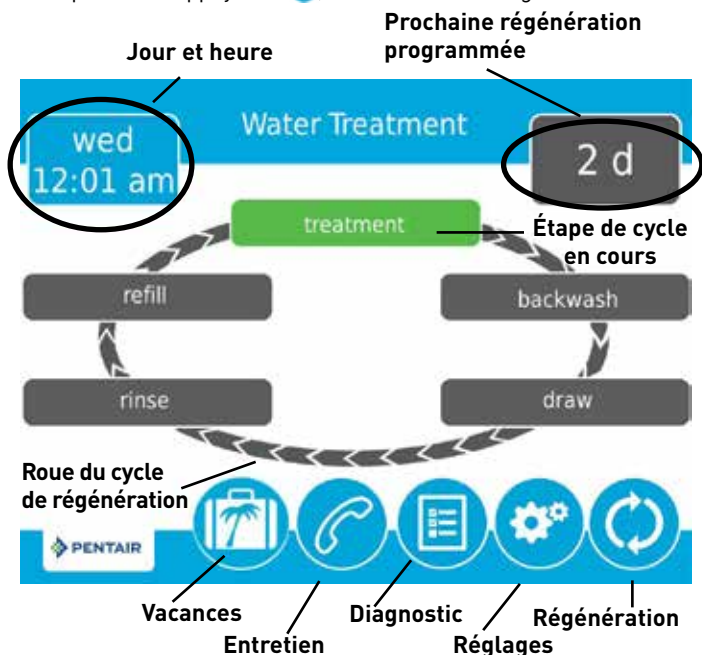

Figure 7 Écran d'accueil
5. Après avoir appuyé sur , l'écran d'accueil (Figure 7) s'affiche.